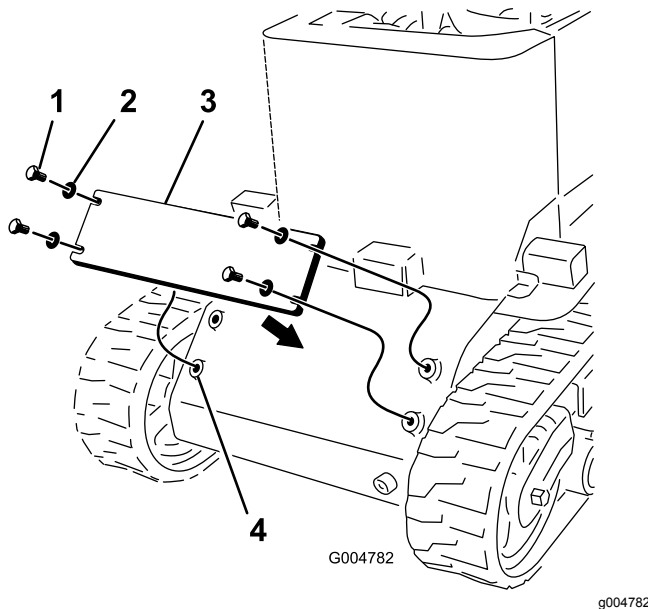

Figure 6
1. Appliquez du frein-filet sur les 4 boulons ( $\frac{1}{2}$ " x  $1\frac{1}{4}$ " ), puis utilisez les boulons assortis de 4 rondelles pour fixer le contrepoids à l'avant de la machine (Figure 6).